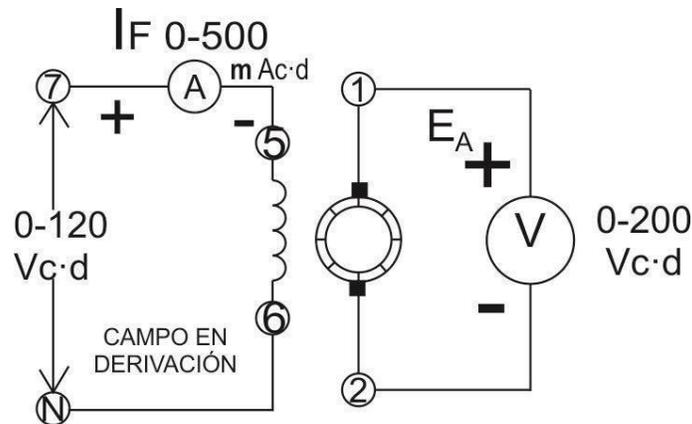

Figura 2
- a) Conecte el circuito que aparece en la figura 2 con los Módulos EMS motor/generados y de medición de c-d